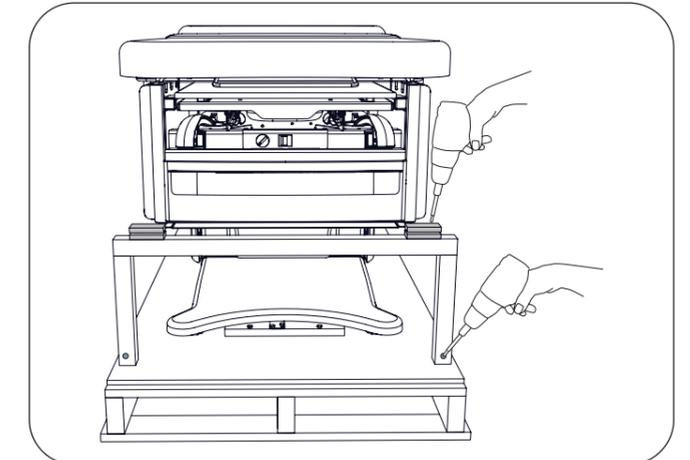

Figure 6. Retirer les vis d'espacement et de support en U
6. Relevez les 2 vis fixant les entretoises de chaque côté du support en bois en forme de U situé sous les coins avant du meuble (Figure 6). Relevez les 2 vis fixant le support en U à la palette (Figure 6).